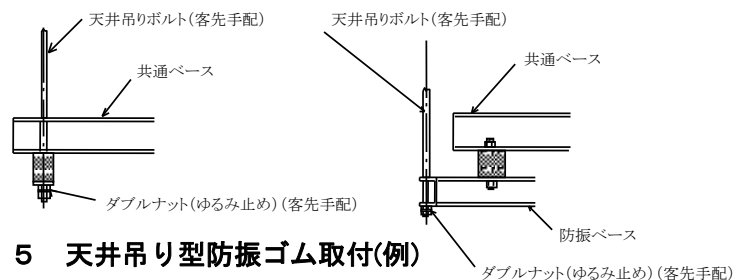

図 5 天井吊り型防振ゴム取付(例)
(2) 天井吊型
- ① 天井にあらかじめ埋め込まれた吊りボルトにより、ファンのベースを水平に、4本の吊りボルト全部に荷重がかかるように取付けてください。
- ② 吊りボルトは十分な強度のもの（ボルト自身および埋め込み状態とも）をご用意ください。
- ③ 据付け後、吊りボルトのナットはダブルナットとし、ゆるみ止めを必ず行ってください。（図 5）